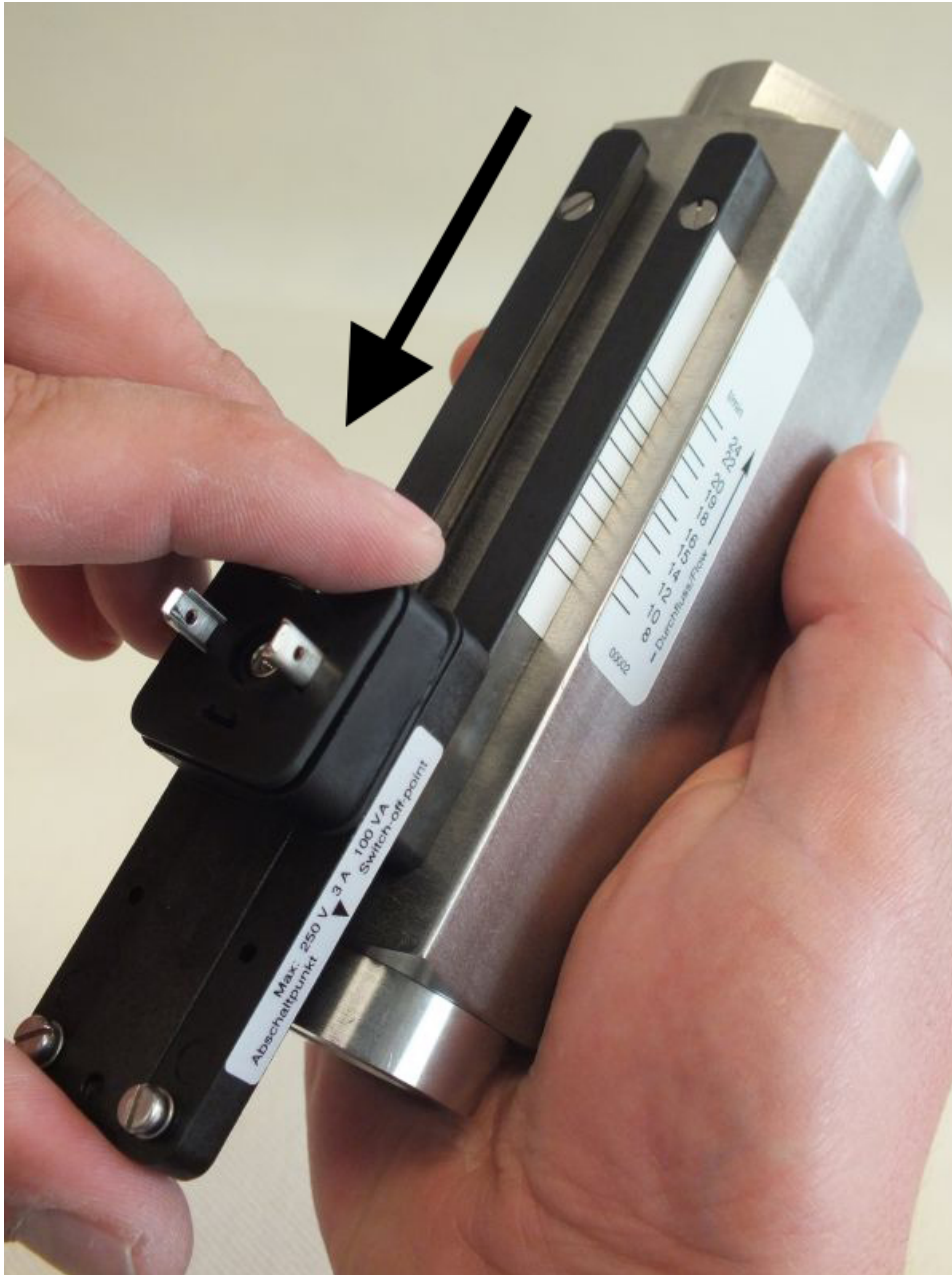

Abb. 61: Schaltkontakt aus Führung schieben
4. ➤ Den Schaltkontakt in Pfeilrichtung (Abb. 61) aus den Führungsleisten schieben